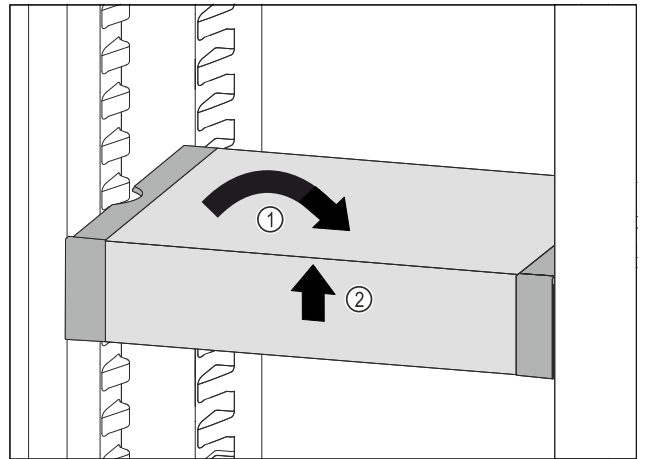

Fig. 37
- ▶ VarioSafe postavte rovno. Fig. 37 (1)
- ▶ VarioSafe nadvihnite vpredu. Fig. 37 (2)